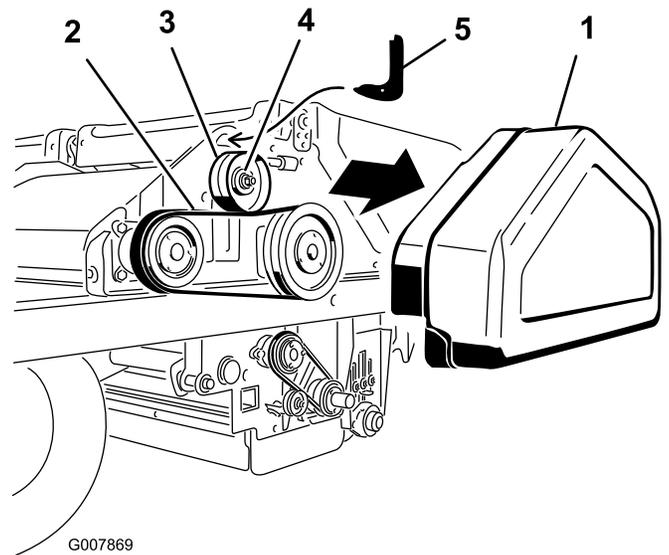

Bild 59
1. Entfernen Sie die Riemenabdeckung (Bild 59).
2. Lockern Sie die Mutter an der Spanscheibe (Bild 59).
3. Setzen Sie das Hakenende des Riemenspannungswerkzeugs in das Loch über der Spanscheibe ein (Bild 59). Das gekrümmte Ende des Werkzeugs sollte auf der Spanscheibe aufliegen.
4. Stecken Sie einen 1/2-Zoll-Schraubenschlüssel in das Loch im Riemenspannungswerkzeug (Bild 59).
5. Drehen Sie das Werkzeug, bis Sie einen Anzug von 5,7 Nm erreicht haben. Halten Sie den Anzug und ziehen Sie die Spanscheibenmutter fest (Bild 59).